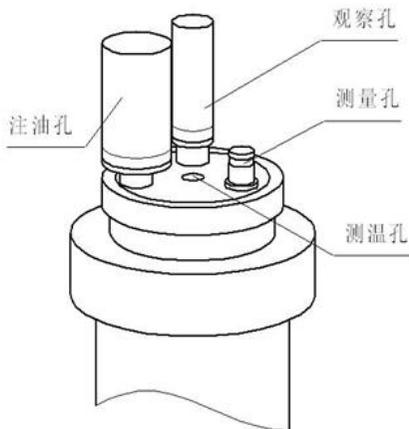

图 2 油盘
- 1、将清洗干净的油杯放入油杯槽中，并将测试电缆如图 2 连接好。